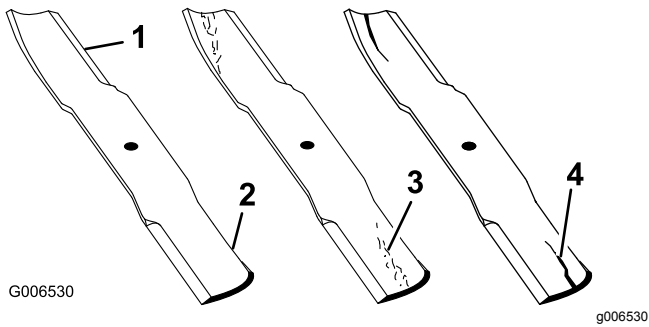

Figure 96
- Examinez le tranchant des lames (Figure 96).
- Remplacez immédiatement toute lame fendue, usée ou qui présente une entaille (Figure 96).